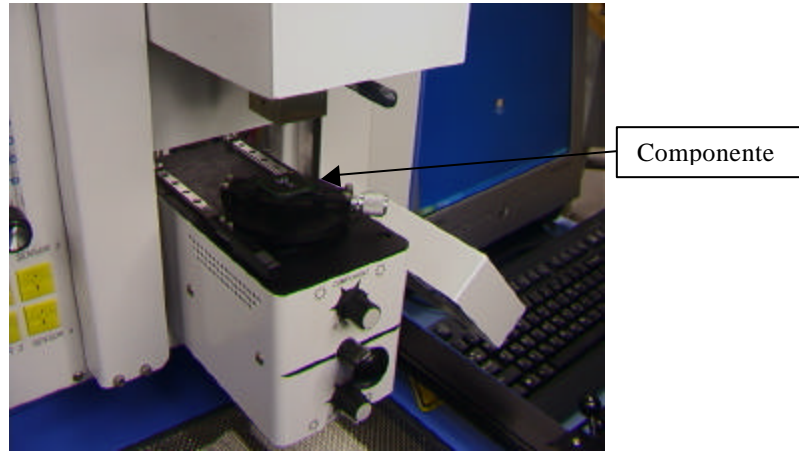

Figura 17a
- ix. Coloque el componente en la placa de montaje sobre el cárter de la cámara. (Figura 17a)